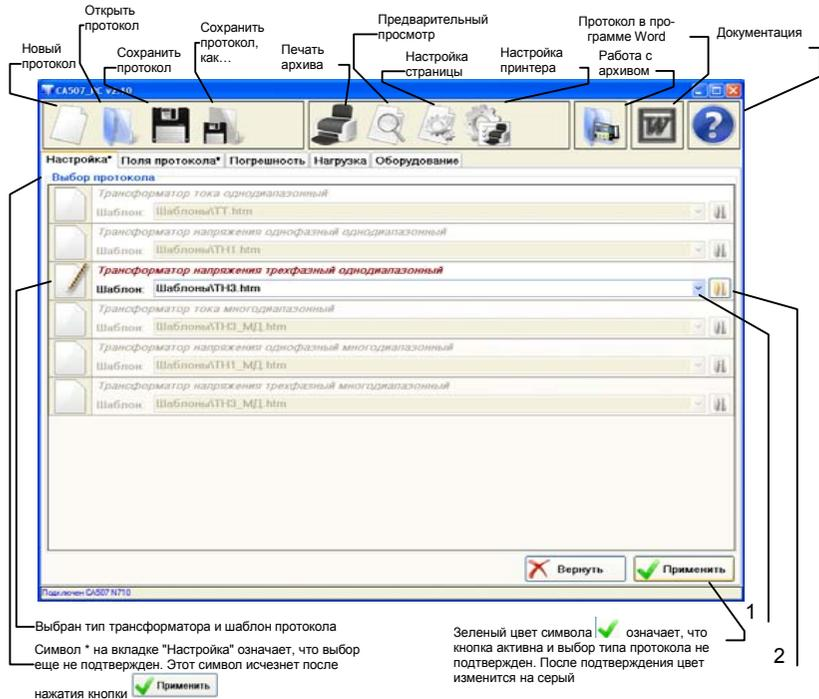

Рисунок 2.2
ярлыке  CA507_PC. На экране ПК появится окно программы (рисунок 2.2), а на экране Компаратора – сообщение "Работа с ПК".
1) Выбрать тип трансформатора и шаблон протокола, для чего в окне программы "CA507_PC" (рисунок 2.2) щелкнуть по кнопке "Новый протокол", а затем в разделе "Выбор протокола" – по кнопке в строке "Трансформатор напряжения трехфазный однодиапазонный".
2) Если предлагаемый по умолчанию шаблон протокола не устраивает, то можно выбрать другой вариант из списка шаблонов, примененных раньше (поз.1, рисунок 2.2), либо щелкнуть по кнопке (поз.2, рисунок 2.2) и выбрать шаблон из папки "Шаблоны" или из другой папки, созданной оператором.